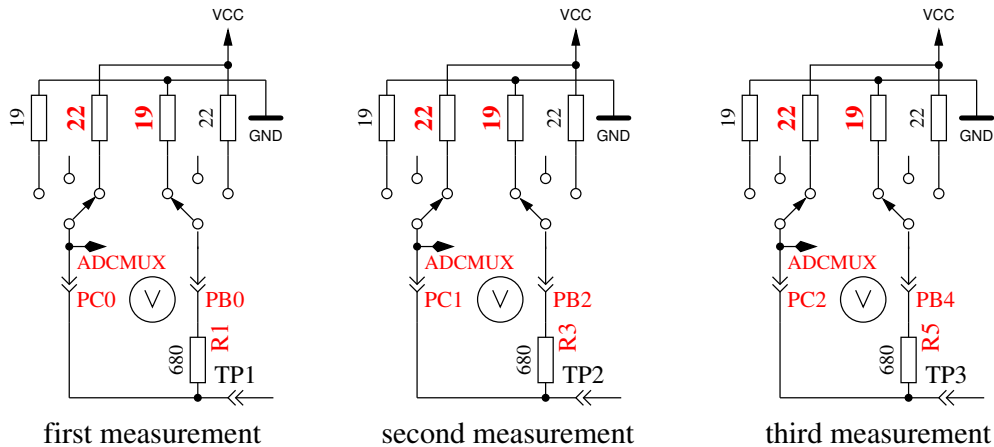

Abbildung 5.45: Messung des Innenwiderstandes des auf VCC geschalteten Port-C-Ausgängen.
8. **Messung des Innenwiderstandes von auf VCC geschalteten Port-Ausgängen.** Der benötigte Strom wird von auf GND geschalteten 680Ω-Widerständen geliefert. Es ist die gleiche Messung wie die in Test 7 zur anderen Seite, wie in Abbildung 5.45 gezeigt wird. Der Innenwiderstand wird wie folgt berechnet: $(5001 - (ErgebnisvonTest7) - (ErgebnisvonTest8))/680$. Die Widerstandswerte ergeben sich, wenn die gemessene Spannung durch diesen Strom dividiert wird. Der gefundene Mittelwert der Innenwiderstände der Ausgabe-Ports wird im EEprom festgehalten. Das Ergebnis für diesen Test wird dann in Zeile 1 mit dem Text „RI_Hi=“ in Ω angezeigt, der Innenwiderstand zur GND-Seite wird in Zeile 2 mit dem Text „RI_Lo=“ angezeigt. Diese Werte stehen dann für weitere Messungen zur Verfügung.